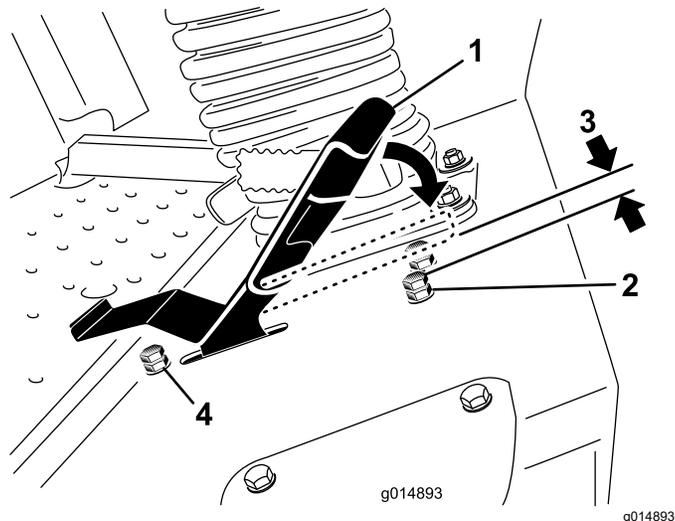

Figure 49
3. Desserrez l'écrou de blocage sur le boulon de butée de la pédale de déplacement (Figure 49).